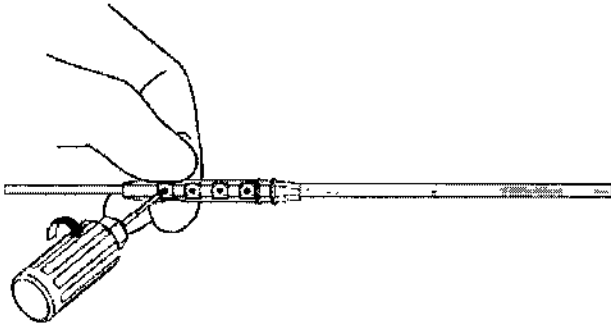

Figura 12. Sujete la extensión firmemente por los lados de cada bloque de conexión mientras aprieta los tornillos.
4. Utilice la llave dinamométrica para ajustar cada tornillo de fijación (girándola en el sentido de las agujas del reloj) y completar el circuito eléctrico. Sujete el extremo con tornillos de la extensión firmemente por los lados de cada encastre mientras aprieta los tornillos. Apriete los tornillos con la llave dinamométrica hasta que se oiga un clic al menos una vez (Figura 12).